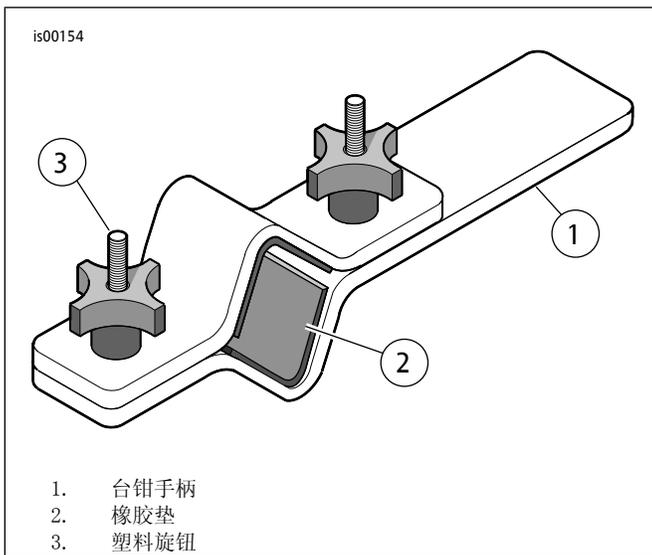

图3。Fork Tube Holder( 叉管夹持工具 )( HD-41177 )
1. 参见图3。将叉安装至Fork Tube Holder（叉管夹持工具）（HD-41177）中，方法如下：